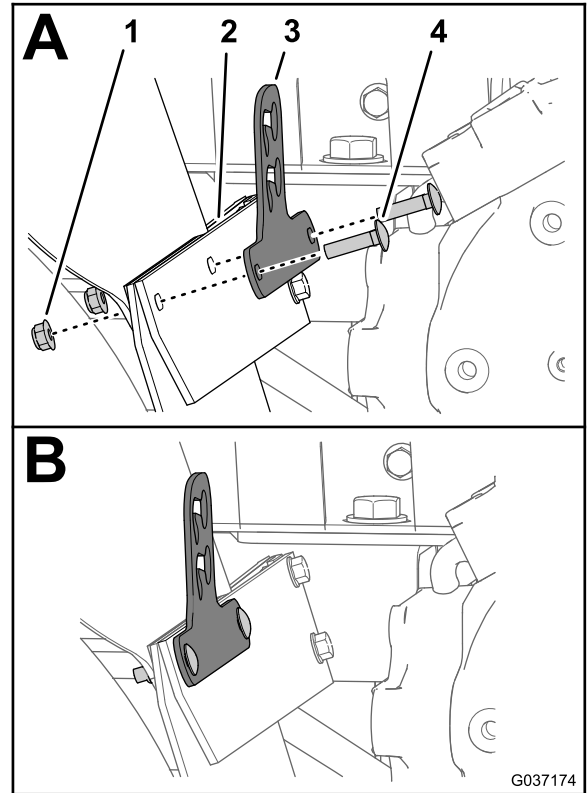

図 12
2. ドレンバルブ用ブラケットの穴を、フェンダストラップ、泥よけ、およびフェンダにある穴に合わせる 図 12。
3. バルブ用ブラケットを、フェンダストラップ、泥よけ、およびフェンダに組み付ける 図 12 キャリッジボルト5/16 x 1 1/4 インチ2本とフランジロックナット5/16インチ2個を使用する。